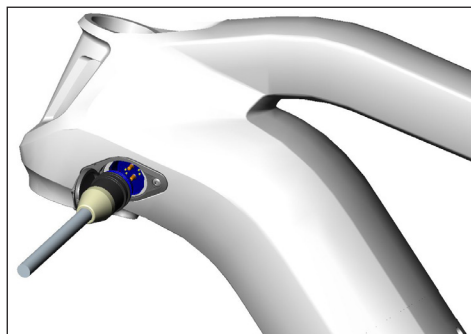

Fig. 22: Charger la batterie via le port de charge dans le cadre du véhicule
- Si la batterie est montée dans le tube inférieur, vous pouvez la charger sur le port de charge dans le cadre du véhicule (voir Fig. 22).